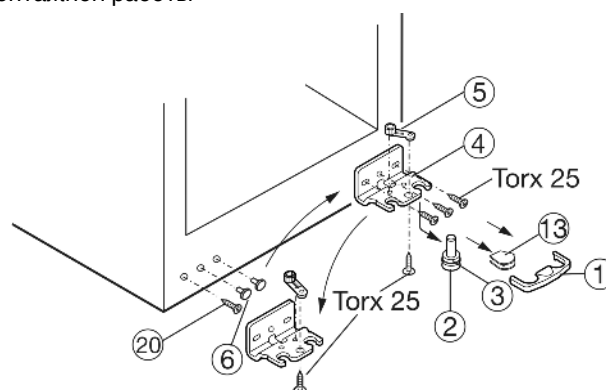

Fig. 4
- Предохранитель Fig. 4 (1) снимите движением вперед.
- Снимите крышку Fig. 4 (13).*
- Вытяните опорный палец Fig. 4 (2) вниз и вперед. При этом следите за гнездом шарнира Fig. 4 (3).
- ▶ Открутите опорный кронштейн Fig. 4 (4).
- ▶ Открутите опорную деталь Fig. 4 (5) и, переставив в отверстие на противоположной стороне опорного кронштейна, снова прикрутите.
- ▶ Снимите и снова установите пробку Fig. 4 (6) на противоположную сторону со стороны ручки.
- ▶ Выкрутите болт Fig. 4 (20) и вкрутите на противоположной стороне.
- ▶ Снова прикрутите опорный кронштейн Fig. 4 (4) на новой стороне шарнира (с моментом 4 Нм). При необходимости используйте аккумуляторный шуруповерт.
- ▶ Снова слегка наклоните устройство назад и снова установите опорный палец Fig. 4 (2) с гнездом шарнира Fig. 4 (3). Защелкните на опорном пальце должна быть расположена спереди.
- ▶ Установите крышку Fig. 4 (13) на противоположной стороне.*
- ▶ Предохранитель (1) нужно зафиксировать сбоку на кронштейне, чтобы опорный палец и двери были защищены от выпадения.
- ▶ Снова защелкните предохранитель (1) на опорном кронштейне.
- ▶ При необходимости выровняйте дверцы через два продольных паза в опорном кронштейне Fig. 4 (4) параллельно корпусу устройства. Для этого выкрутите средний винт.